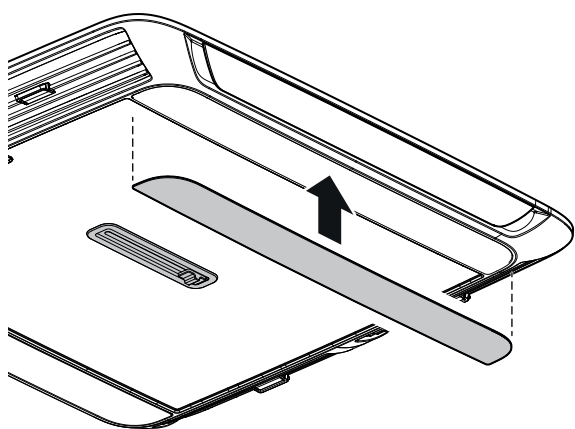

Fig. 27
► Emboîter les deux panneaux en bas sur le distributeur d'air (Fig. 27).